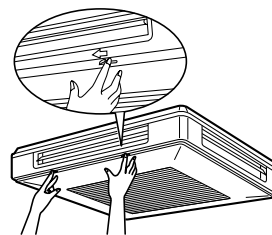

Fig. 1
**(Consulte a Fig. 1)**
(Consulte a Fig. 1)